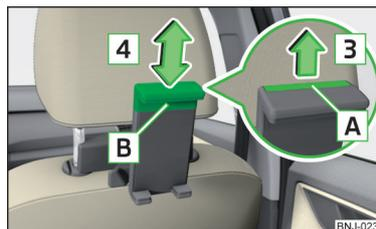

Fig. 93 Adattare la grandezza del supporto
- Estrarre la linguetta di sicurezza **A** nella direzione della freccia **3** e spingere la parte **B** nella posizione desiderata in direzione della freccia **4** » fig. 93.